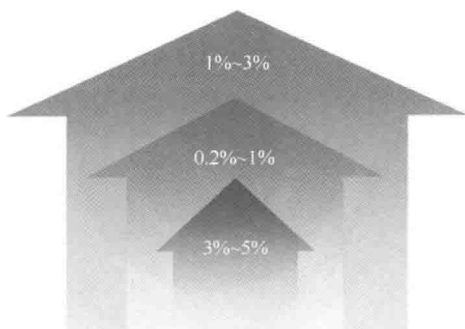

图 3-43 连接器产品生产线不良率（包括设备本身导致）
(3) 良品率 不同行业不同产品的生产，都可能出现一些有品质缺陷的坏品、次品，我们一般用良品率或不良品率来定义。比如连接器行业，产品生产的不良品率通常在1%~3%以内，如图3-43所示。